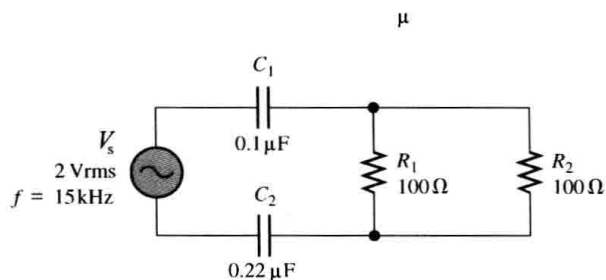

图 10-64
9. 对于图 10-64 中的电路，画出显示所有电压和总电流的相量图，标出相位角。